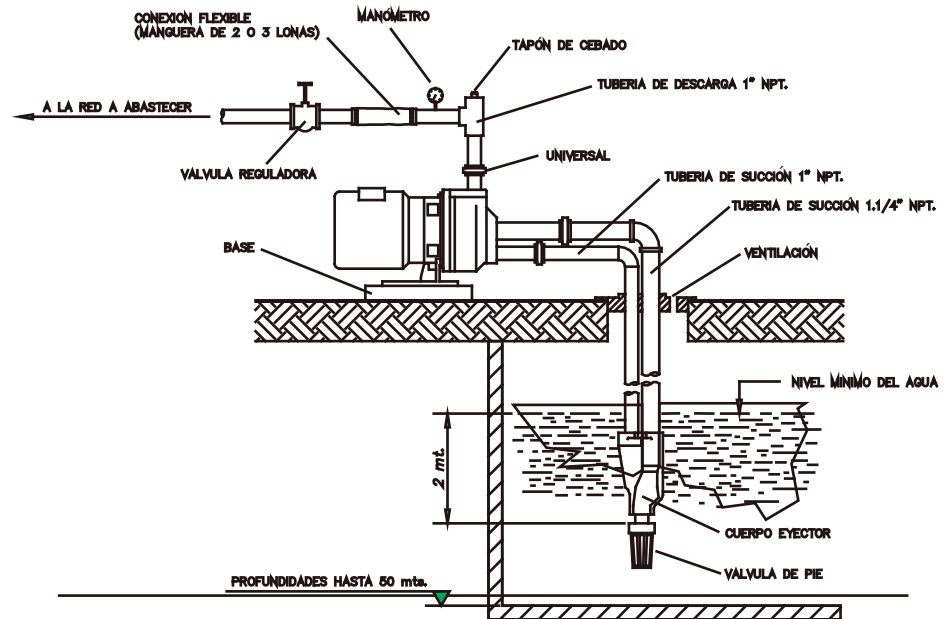

FIGURA 1. Instalación Típica en pozo profundo.
Un esquema de instalación típica se muestra en la figura 1.
- a. La longitud de la tubería de succión debe ser suficiente para que la valvula de pie quede sumergida como mínimo 2 mts. Por debajo del nivel del agua. (Ver figura 1)
- c. Toda la tubería debe tener los diámetros mínimos indicados en la figura 1 y las uniones entre tubos y accesorios deben estar perfectamente herméticas para evitar escapes de agua o entradas de aire. Utilizar sellantes adecuados y/o cinta de teflón en todas las uniones roscadas.